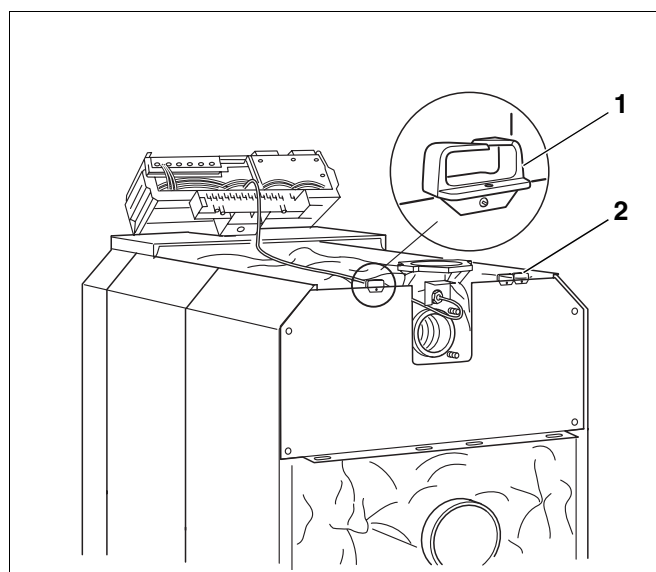

Fig. 61 Eltilslutning
- Skru kabelgennemføringen (Fig. 61, **pos. 1 og 2**) fast på kedelbagvæggen i højre eller venstre side.